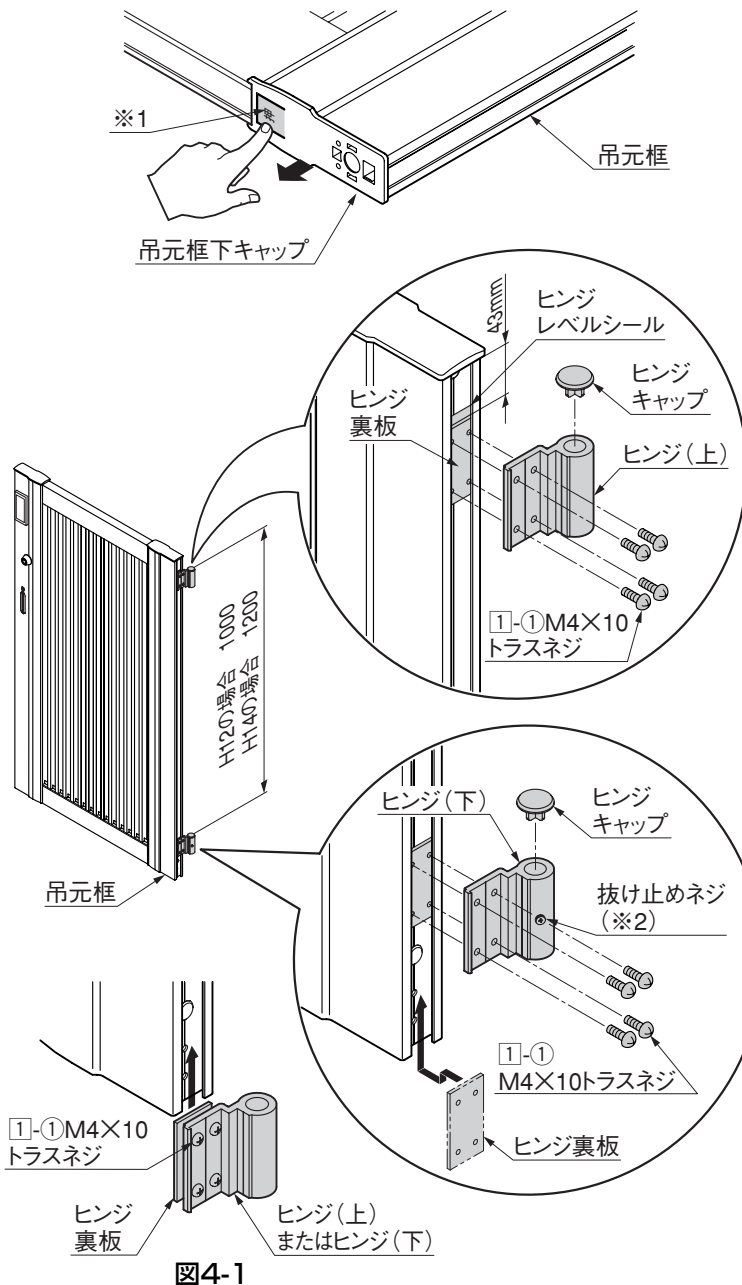

図4-1
- あらかじめヒンジに、ヒンジ裏板を仮組みした状態で吊元框にスライドさせると簡単です。(図4-1参照)